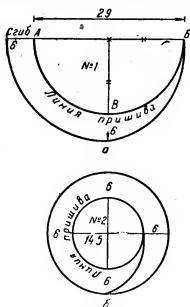

Рис. 164. Построение чертежа волана:
**Построение чертежа волана № 1.** Проводят горизонтальную линию — 29 см (рис. 164, а) из расчета длины линии разреза кокетки спинки (от точки 8 до точки П1) плюс длина разреза переда (от точки 8 до точки П1):
**Построение чертежа волана № 2 из круга.** Проводят горизонтальную линию — 14,5 см (рис. 164, б) из расчета длины линии разреза кокетки спинки (от точки 8 до точки П1) плюс длина разреза переда (от точки 8 до точки П1), деленные на 3:
При желании можно взять ширину волана и в 8 см. Затем проводят линию, соединяющую первый и второй круг, как показано на рис. 164, б.
**Раскрой.** Все выкройки прикалывают булавками, дают припуски на швы по установленным правилам и затем раскраивают. Воланы раскраивают по приведенному чертежу (см. рис. 164).